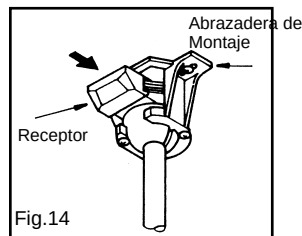

Fig.14
Paso 1.(Fig. 14) Instale el receptor en la abrazadera de montaje, el lado plano debe quedar hacia arriba.
Paso 2.(Fig.14 y 15) Haga las conexiones del motor al receptor de la manera siguiente; Alambre negro del ventilador al alambre Negro marcado "To Motor L" del receptor. Alambre blanco del ventilador al alambre blanco marcado "To Motor N" del receptor. Alambre azul del ventilador al alambre azul marcado "For Light" del receptor..